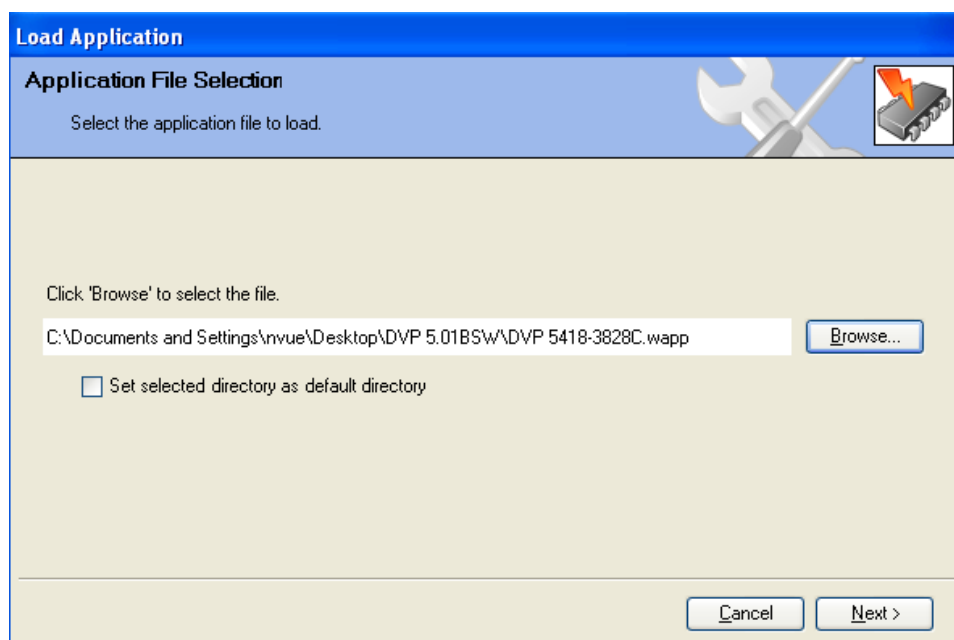

図 B-3. ソフトウェアファイル
3. [Browse(参照)]ボタンを使用して、ソフトウェア アプリケーションファイル(*.wapp)を探します。容易に見つけられるローカルドライブにファイルを保存することをお勧めします(図B-3)。アップグレードプロセスを続行するには、[Next(次へ)]を押します。